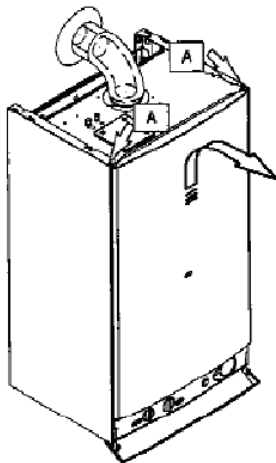

fig. 9.1
- 1 Tirar os parafusos "A". Remover o painel frontal deslocando-o para cima em modo a libertá-lo dos ganchos inferiores fig. 9.1